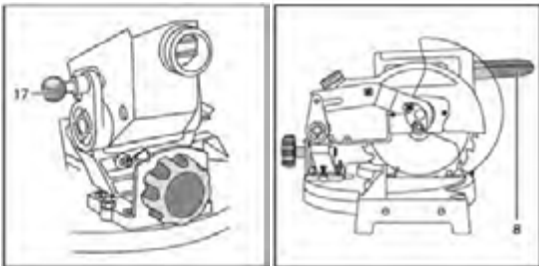

Рис. 2
**2.** Приведите изделие в рабочее положение, для чего припустите головку за рукоятку (8) и извлеките стопорную шпильку (17). Придерживая рукоятку (8), дайте головке возможность под действием пружины переместиться в верхнее положение. (Рис. 2)